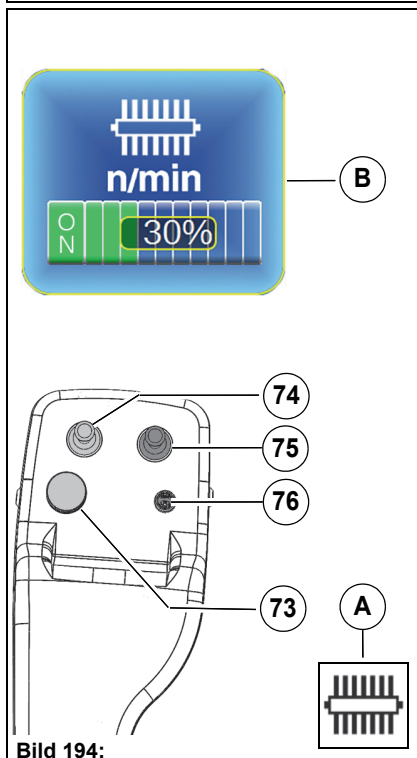

Bild 194:
1. Slå på arbetskörsläget med Hako-knappen **Bild 194-76**. Körpedalen måste vara i neutralläge. På multifunktionsdisplayen visas informationssymbolen Frontsovmaskin **Bild 194-A**.
2. Använd vridtryckströmställaren **Bild 194-73** på arbetsmenyn för att slå på frontsovmaskinen **Bild 194-B** och ställa in varvtalet.